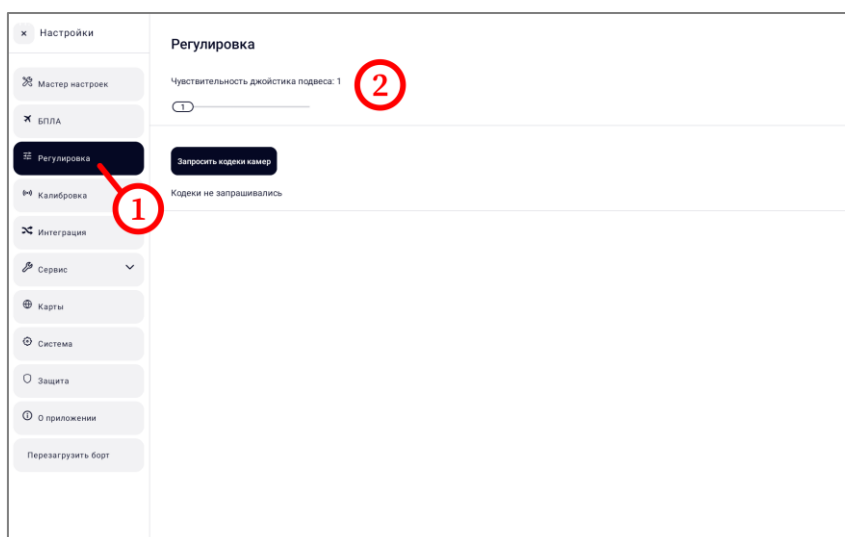

Рисунок 27
- в боковом меню выбрать пункт «⚙️ Регулировка» (рисунок 27, шаг 1);
- убедиться, что в окне раздела присутствует параметр «Чувствительность джойстика подвеса:» (рисунок 27, шаг 2);